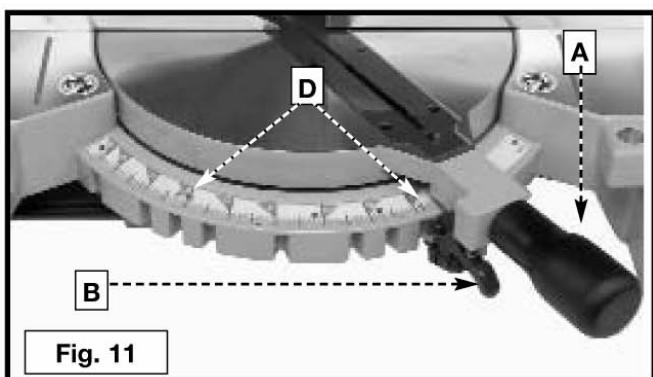
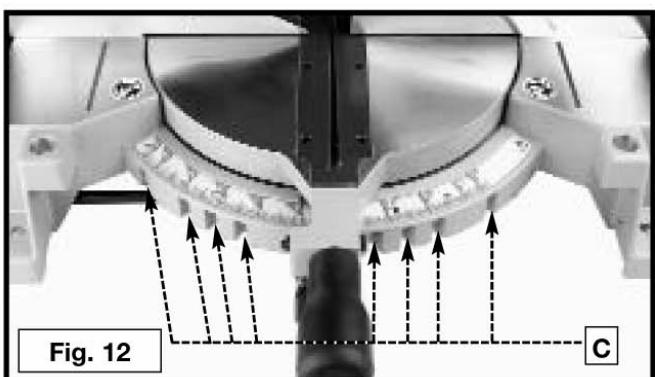

Fig. 11
Fig. 12
Sua serra de esquadria cortará qualquer ângulo desde reto de 90° até 47° para direita ou esquerda. Afrouxe a alça de trava (A) Fig. 11 um ou dois giros, pressione a alavanca indicadora (B), e leve o braço de controle ao ângulo desejado. **APERTE A ALÇA DE TRAVA (A)**.
A serra de esquadria é equipada com ponto firme nas posições 0°; 15,0°; 22,5°; 31,62° e 45° direita e esquerda. Afrouxe a alça de trava (A) Fig.11, e move o braço de controle até o fundo da alavanca indicadora (B) encaixe em um dos pontos firmes (C) Fig. 12. **APERTE A ALÇA DE TRAVA (A)** Fig.11. Para desencaixar a ponto firme, pressione a alavanca indicadora (B).
Além disso, um indicador (D) Fig. 11 é fornecido na graduação da esquadria na posição da esquadria de 33,9° direita e esquerda para cortar moldura em coroa. (Ver a seção “CORTANDO MOLDURA EM COROA” deste manual.)
**IMPORTANTE:** Sempre aperte a alça de trava (A) Fig. 11 antes do corte.